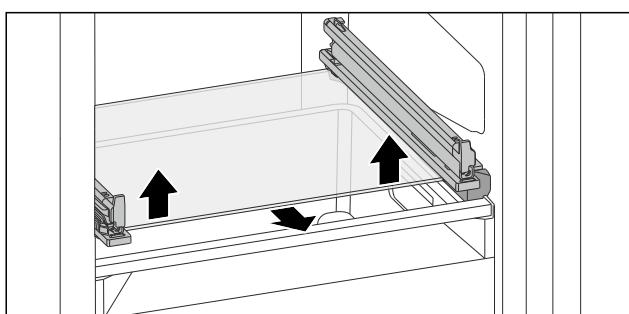

Fig. 73 Стеклянная пластина откидного выдвижного ящика
- ▶ Нажмите на стеклянную пластину снизу вверх с обеих сторон. (см. Fig. 73)